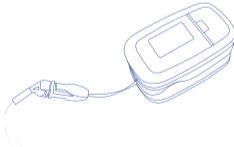

Figura 3 Montaje de la cuerda de soporte
- Remítase a la Figura 3 e inserte dos baterías AAA apropiadamente y en la dirección correcta.